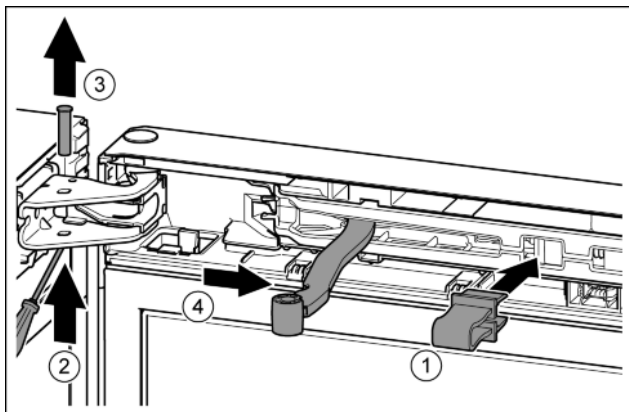

Fig. 12
- Зафиксировать предохранитель в отверстии. Fig. 12 (1)
- Выкрутить палец отверткой T15. Fig. 12 (2)
- Извлечь палец движением вверх. Fig. 12 (3)
- Повернуть шарнир в направлении двери. Fig. 12 (4)